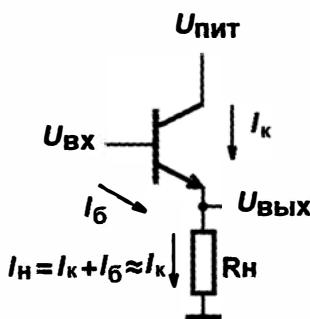

Рис. 6.7. Схема включения биполярного транзистора по схеме с общим коллектором
Схема с *общим коллектором* (о. к.) показана на рис. 6.7. Памятуя, что напряжение базы и эмиттера никогда не отличается более, чем на 0,6–0,7 В, мы придем к выводу, что выходное напряжение такой схемы должно быть меньше входного именно на эту величину. Это так и есть — схема с общим коллектором иначе называется *эмиттерным повторителем*, поскольку выходное напряжение повторяет входное — за вычетом все тех же 0,6 В. Каков же смысл этой схемы?
Дело в том, что схема на рис. 6.7 усиливает сигнал по току (в количество раз, определяемое величиной $h_{21\alpha}$), что равносильно тому, что собственное входное сопротивление этой схемы ровно в $h_{21\alpha}$ больше того сопротивления, которое стоит в цепи эмиттера. Поэтому в этой схеме мы можем подавать на «голый» вывод базы напряжение без опасности сжечь переход база-эмиттер. Иногда это полезно само по себе, если не слишком мощный источник (т. е. обладающий высоким выходным сопротивлением) нужно согласовать с мощной нагрузкой (в главе 9 мы увидим, как это используется в источниках питания). Кстати, схема с о. к. *не инвертирует* сигнал — в отличие от схемы с о. э.
- усиление по напряжению (дифференциальному) составляет 100 и более раз. Если вы хотите получить точно определенный коэффициент усиления, в каждый из эмиттеров нужно ввести по одинаковому резистору — тогда $K_{\text{ус}}$ будет определяться, как для каскада на рис. 6.7. Но обычно в таком режиме дифференциальный усилитель не применяют — их используют в системах с общей обратной связью, которая и задает необходимый коэффициент усиления (см. главу 8);